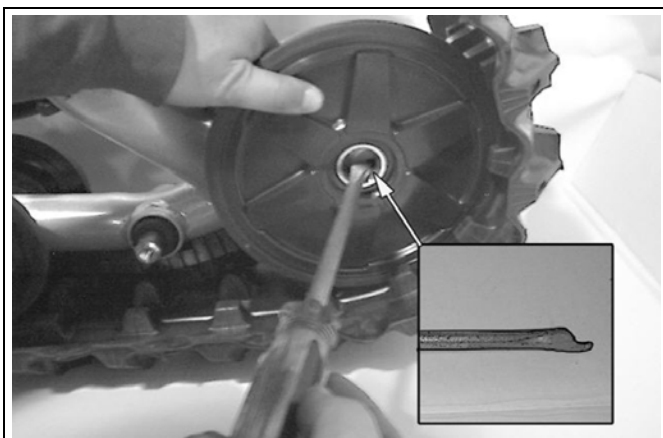

Abbildung 23
- Wenn Sie an hinteren Raupenkettensystemen arbeiten, montieren Sie wieder die 133-mm Laufräder (siehe Abbildung 23).